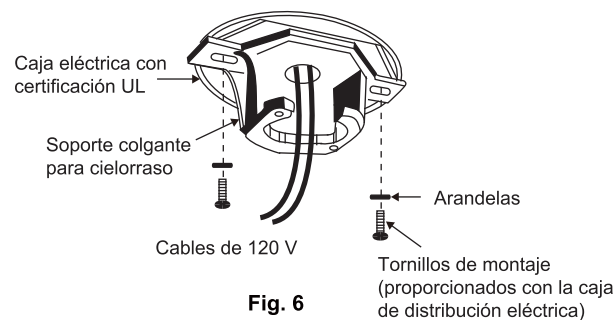

Fig. 6
Paso 3. Pase los cables de alimentación de 120 voltios desde la caja de distribución eléctrica del techo a través de dentro de la placa de montaje de techo. **(Fig. 6)**
Paso 4. Acople el soporte de montaje para cielorraso a la caja de distribución eléctrica utilizando los tornillos y las arandelas incluidas con la caja de distribución. **(Fig. 6)**